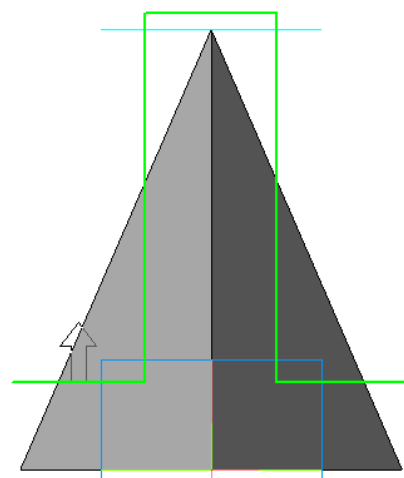

Рисунок 4.6 – Переріз по ескизу
34. На панелі  «**Сечение поверхностью**» оберіть кнопку  «**Сечение по эскизу**», якщо виникне потреба змініть напрям перерізу  (рис. 4.6).